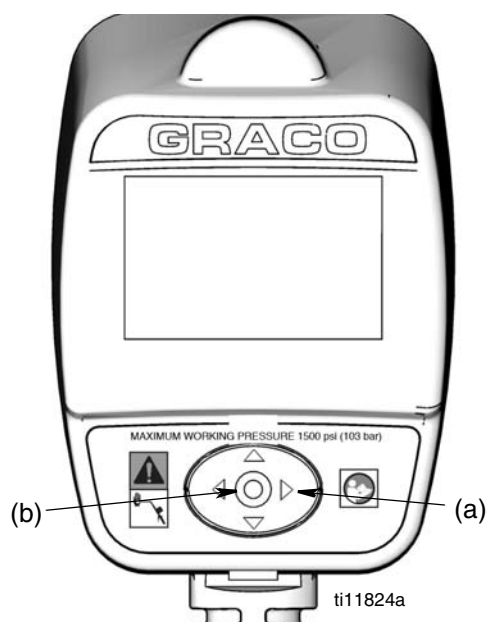
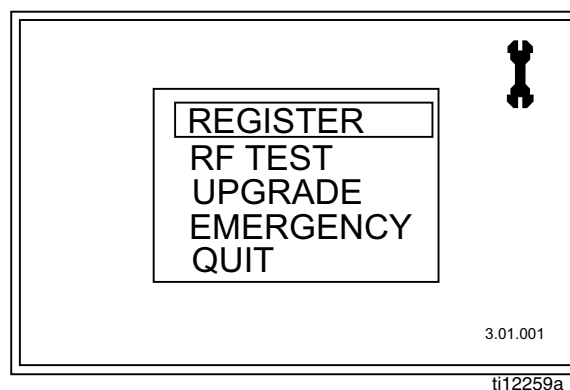

FIG. 3
FIG. 4
Principaux écrans de configuration des Utilitaires (Fig. 4)
1. Si vous êtes dans un écran de Distribution, pour afficher l'écran principal des Utilitaires, appuyez d'abord sur la FLECHE DROITE (a) uniquement, pendant quelques secondes (Fig. 3).
2. Ensuite, maintenez enfoncé en même temps le bouton central (b) ENTER (Fig. 3). Maintenez les deux boutons enfoncés jusqu'à ce que l'écran principal des Utilitaires illustré à la Fig. 4 s'affiche.